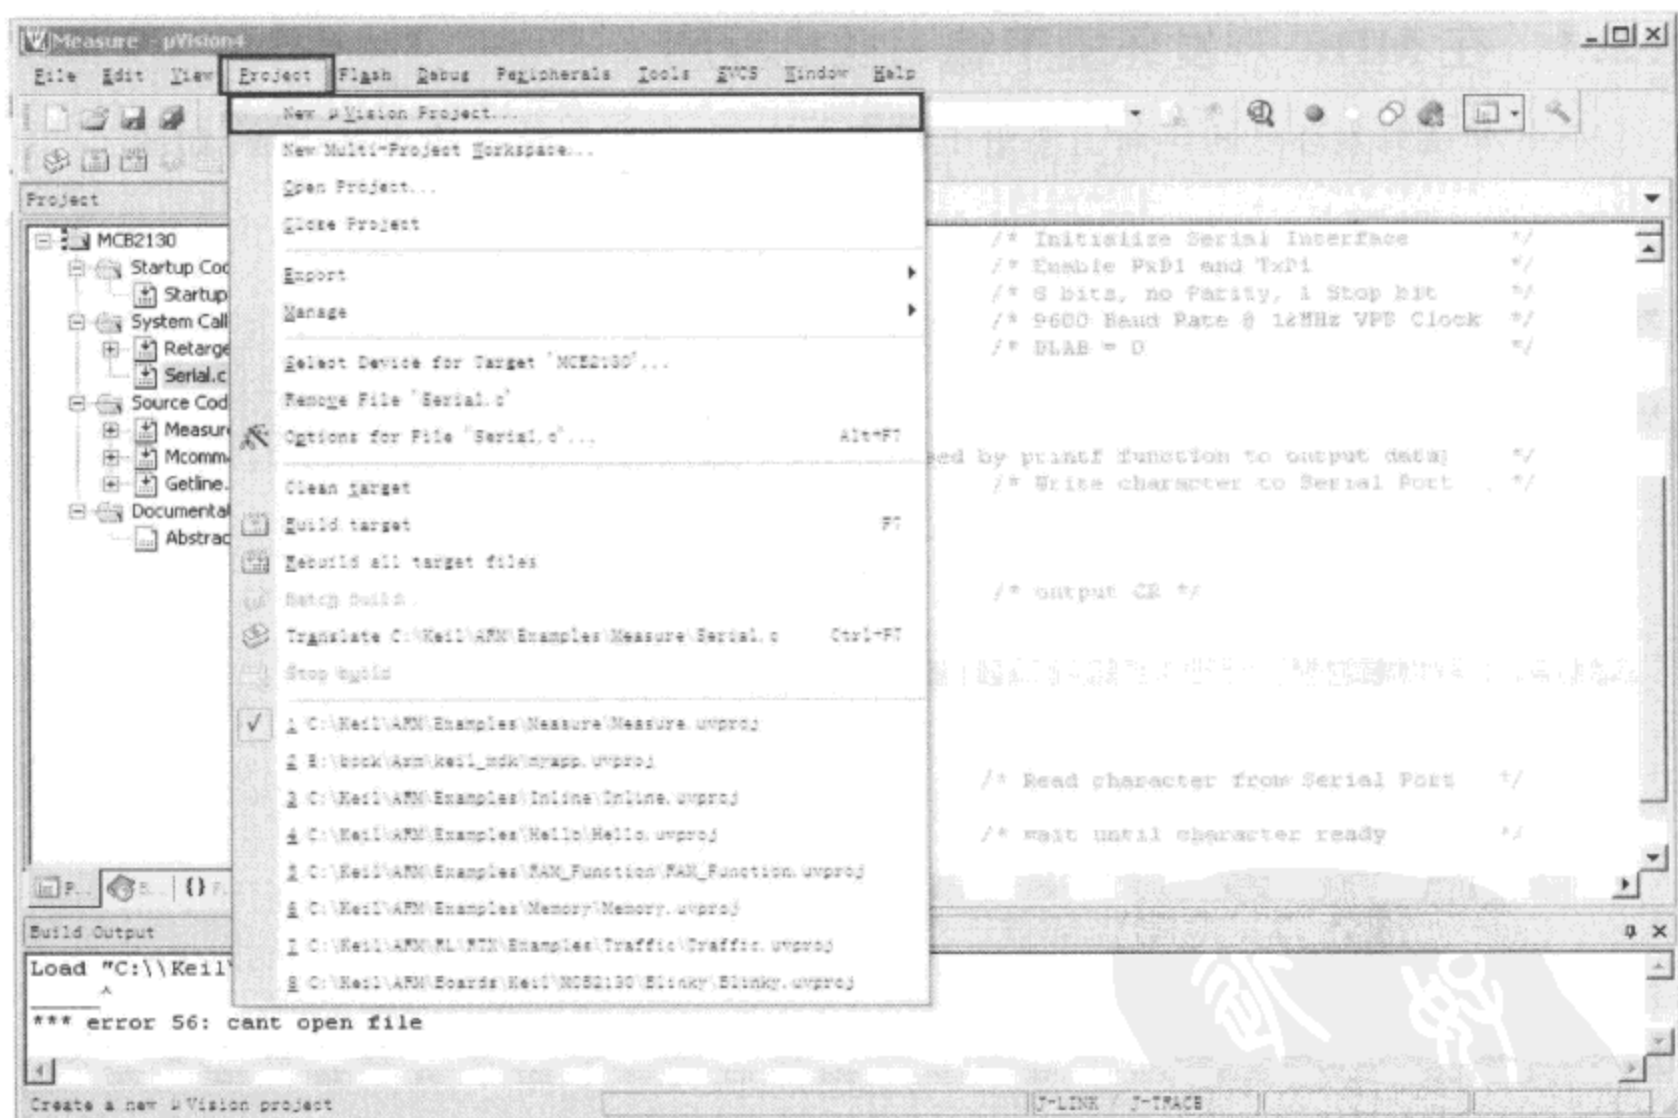

图 1-35 新建工程
(1) 建立工程(图 1-35)。
① 在磁盘里新建一个目录 D:\mdk。
② 打开 MDK 软件。
③ 单击工具栏 Project,在下拉菜单中单击 New μ Vision Project 命令。